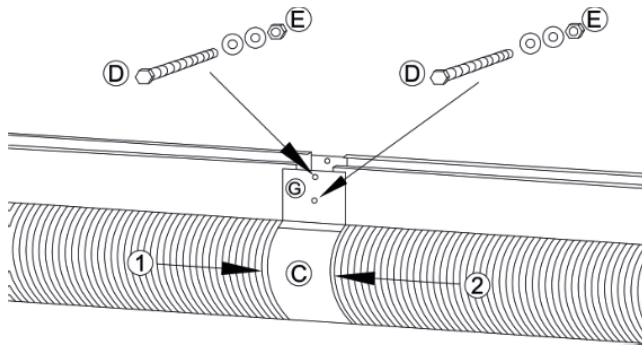
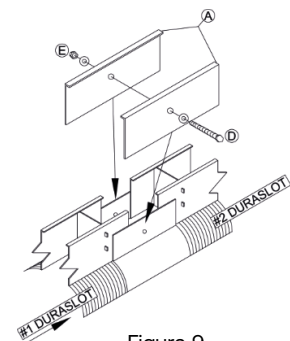

Figura 6
Figura 9
4. Atornille el primer tornillo de cabeza plana (A) con la arandela (B) a través del agujero (C) en la rejilla en el punto (E).
5. (Figura 6) Coloque la siguiente pieza de tubería Duraslot® (2) de manera que el conector de la rejilla (D) se deslice bajo la rejilla.
6. Inserte los tornillos de cabeza hexagonal (D) con arandelas en ambos lados a través de los agujeros (G) en la banda de acoplamiento (C) y apriete la tuerca de cabeza hexagonal (E).
1. Consulte la (Figura 6) Coloque la primera sección de la tubería Duraslot® (1) en la zanja excavada.
2. Enrolle la banda del acoplador (C) alrededor del extremo de la tubería Duraslot® (1) dejando los orificios de los pernos (G) en metal más allá del extremo de la ranura de la tubería.
3. Coloque la siguiente pieza de tubería Duraslot® (2) en la banda de acoplamiento.
4. Inserte el tornillo de cabeza hexagonal (D) con arandelas en ambos lados a través del agujero inferior (G) en la banda de acoplamiento (C) y apriete la tuerca de cabeza hexagonal (E).
5. (Figura 9) Coloque las bridas de la banda (A) sobre la junta.
6. Inserte el tornillo de cabeza hexagonal (B) con arandelas en ambos lados a través del orificio superior y apriete la tuerca de cabeza hexagonal (C). cabeza hexagonal (C).